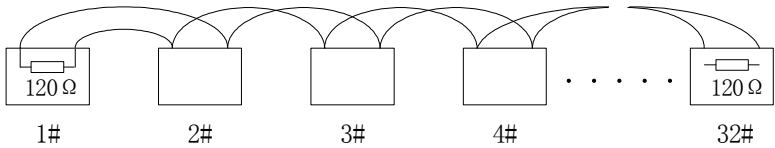
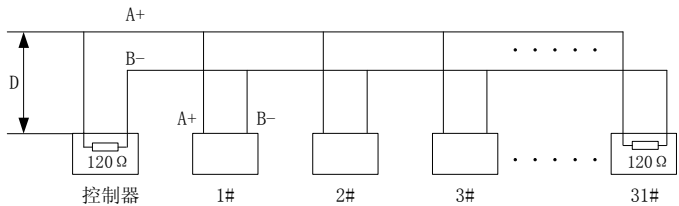

图 20
图21
- a) RS485工业总线标准要求各设备之间采用菊花链式连接方式，两头必须接有 $120\ \Omega$ 终端电阻（如图20），简化连接可采用图21，但“D”段距离不得超过7米